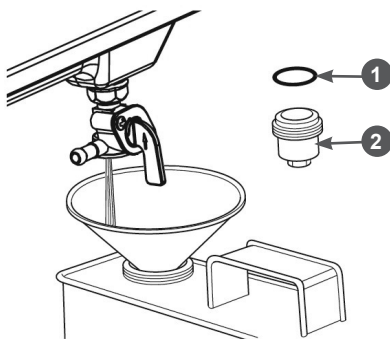

Рис. 23 Слив топлива с топливного бака
- открутите стакан 2 отстойника (Рис. 23);
- откройте топливный кран и слейте топливо в приготовленную для этого ёмкость (Рис. 23);
- установите на место стакан отстойника. Перед установкой убедитесь в том, что уплотнительное кольцо 1 находится на месте и не повреждено (Рис. 23).